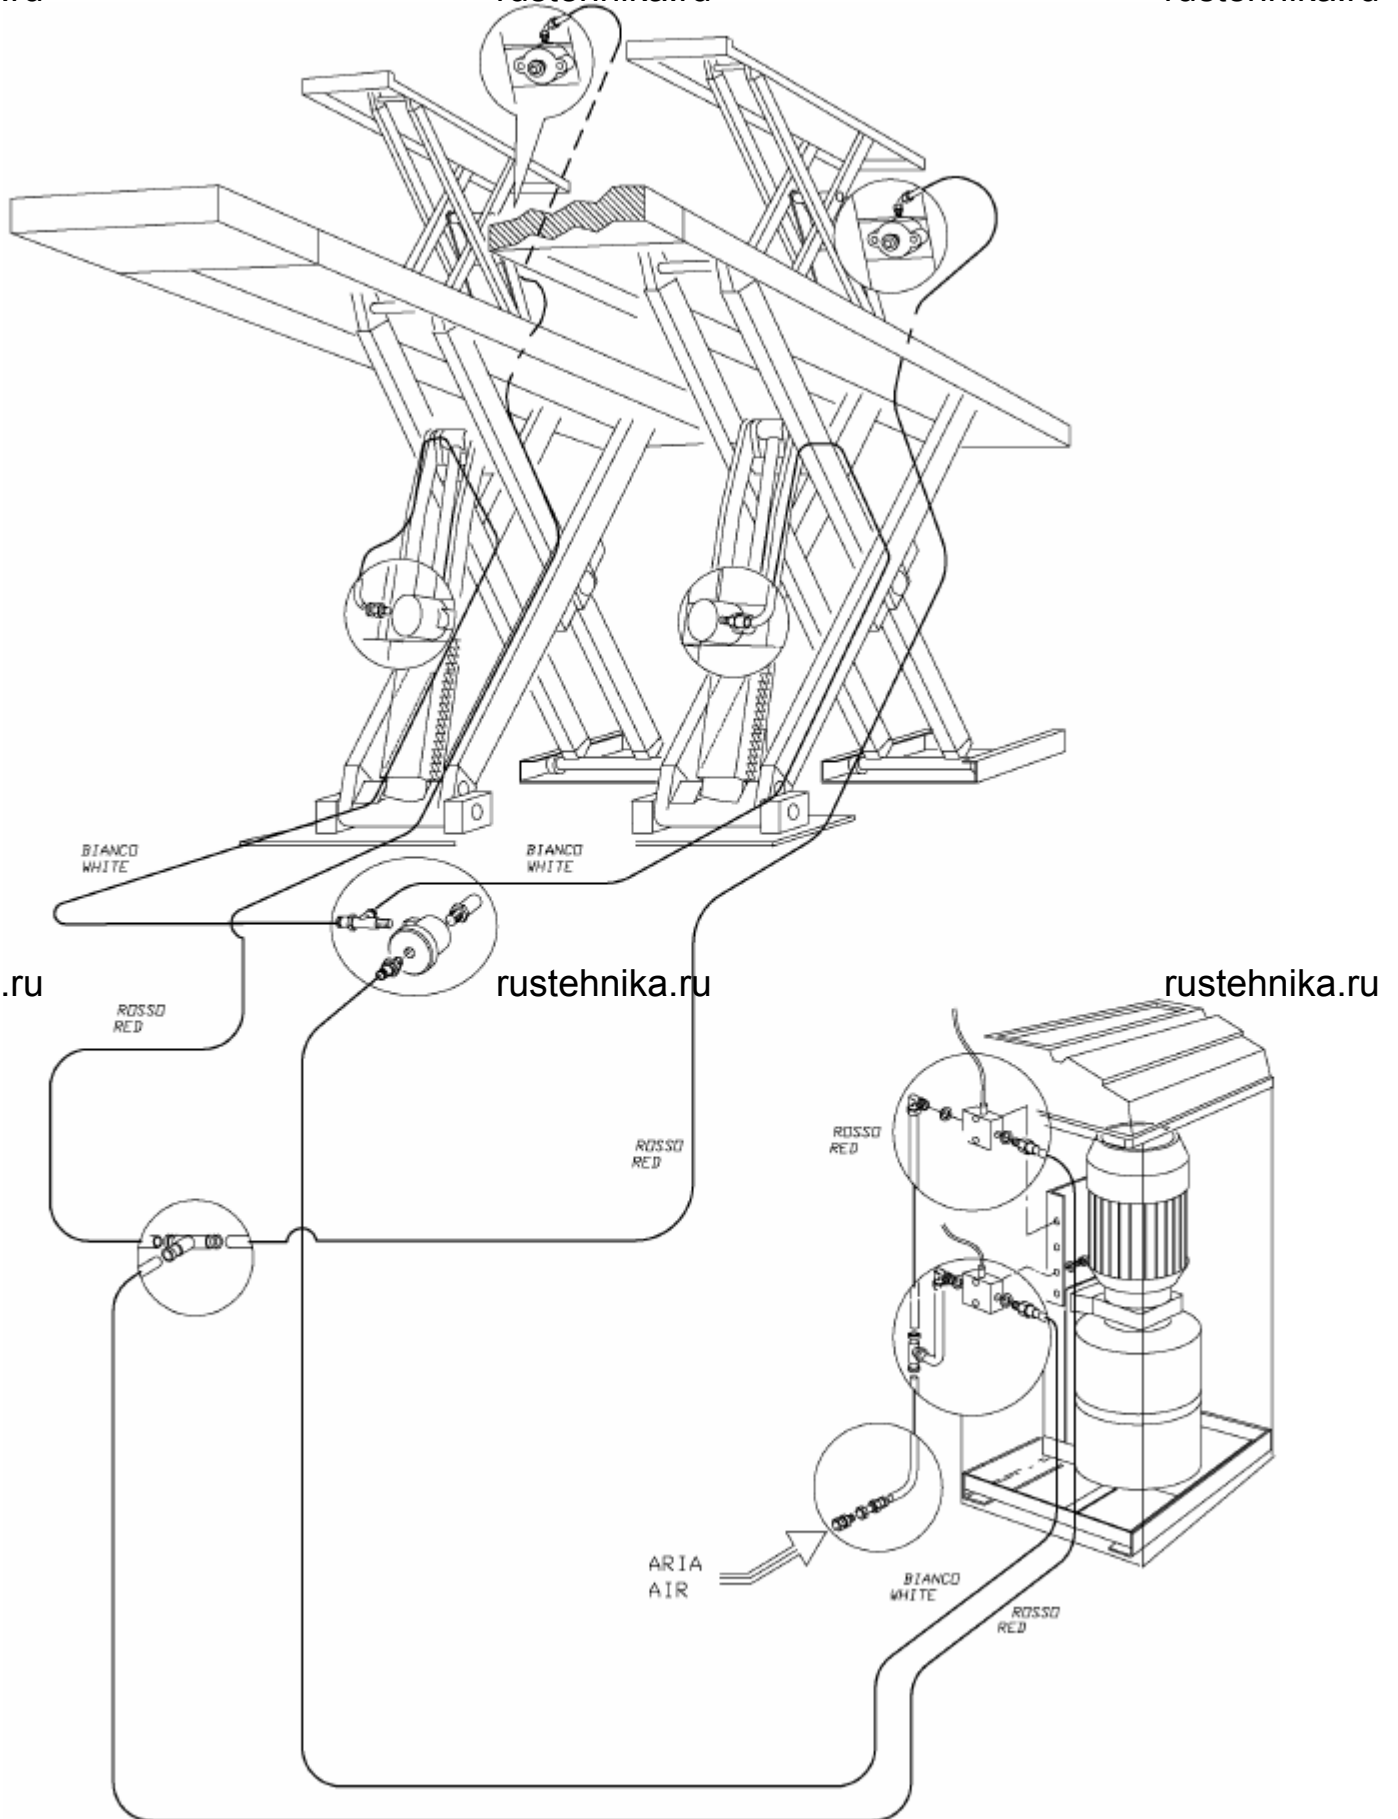

Рис. 26
**См. рис. 26.** Подключение пневмопитания